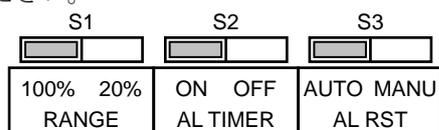

図8 モード設定スイッチ
- (1) 指示変換器の電源を切り、下部にあるロックレバーを押しながら本体部をケースより引き出します。本体部の前面側上部に、図8のような3つのモード選択スイッチがあることを確認してください。